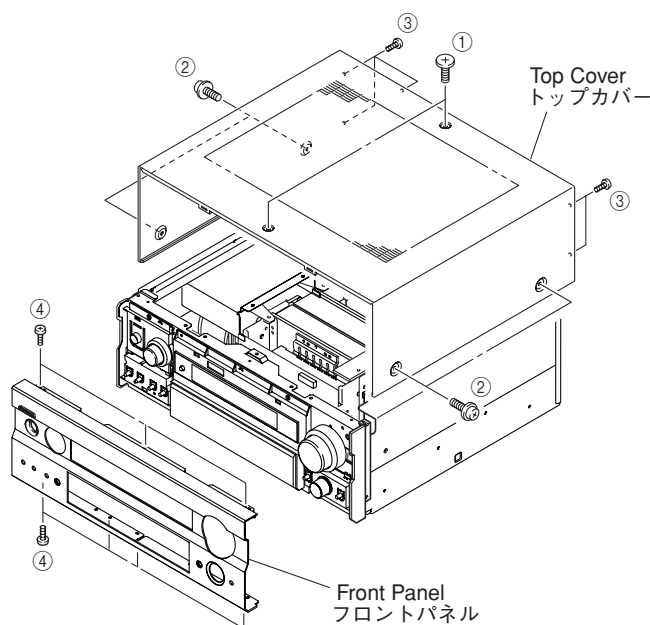

Fig. 1
- a. Remove 2 screws (①), 4 screws (②) and 5 screws (③). (Fig. 1)
- b. Slide the Top Cover rearward to remove it. (Fig. 1)
- a. ①のネジ2本、②のネジ4本、③のネジ5本を外します。(Fig. 1)
- b. トップカバーを後方へスライドさせ、取り外します。(Fig. 1)
Remove 7 screws (④) and then remove the Front Panel forward. (Fig. 1)
④のネジ7本を外し、フロントパネルを前方に外します。(Fig. 1)